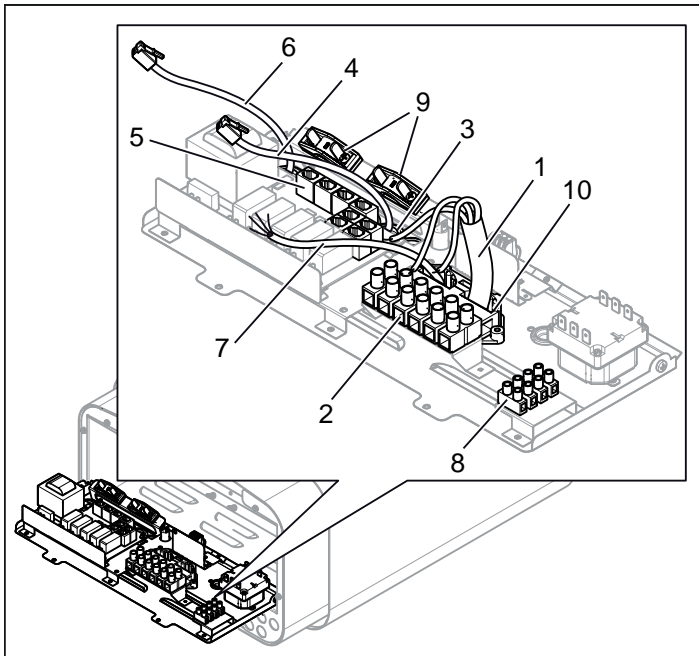
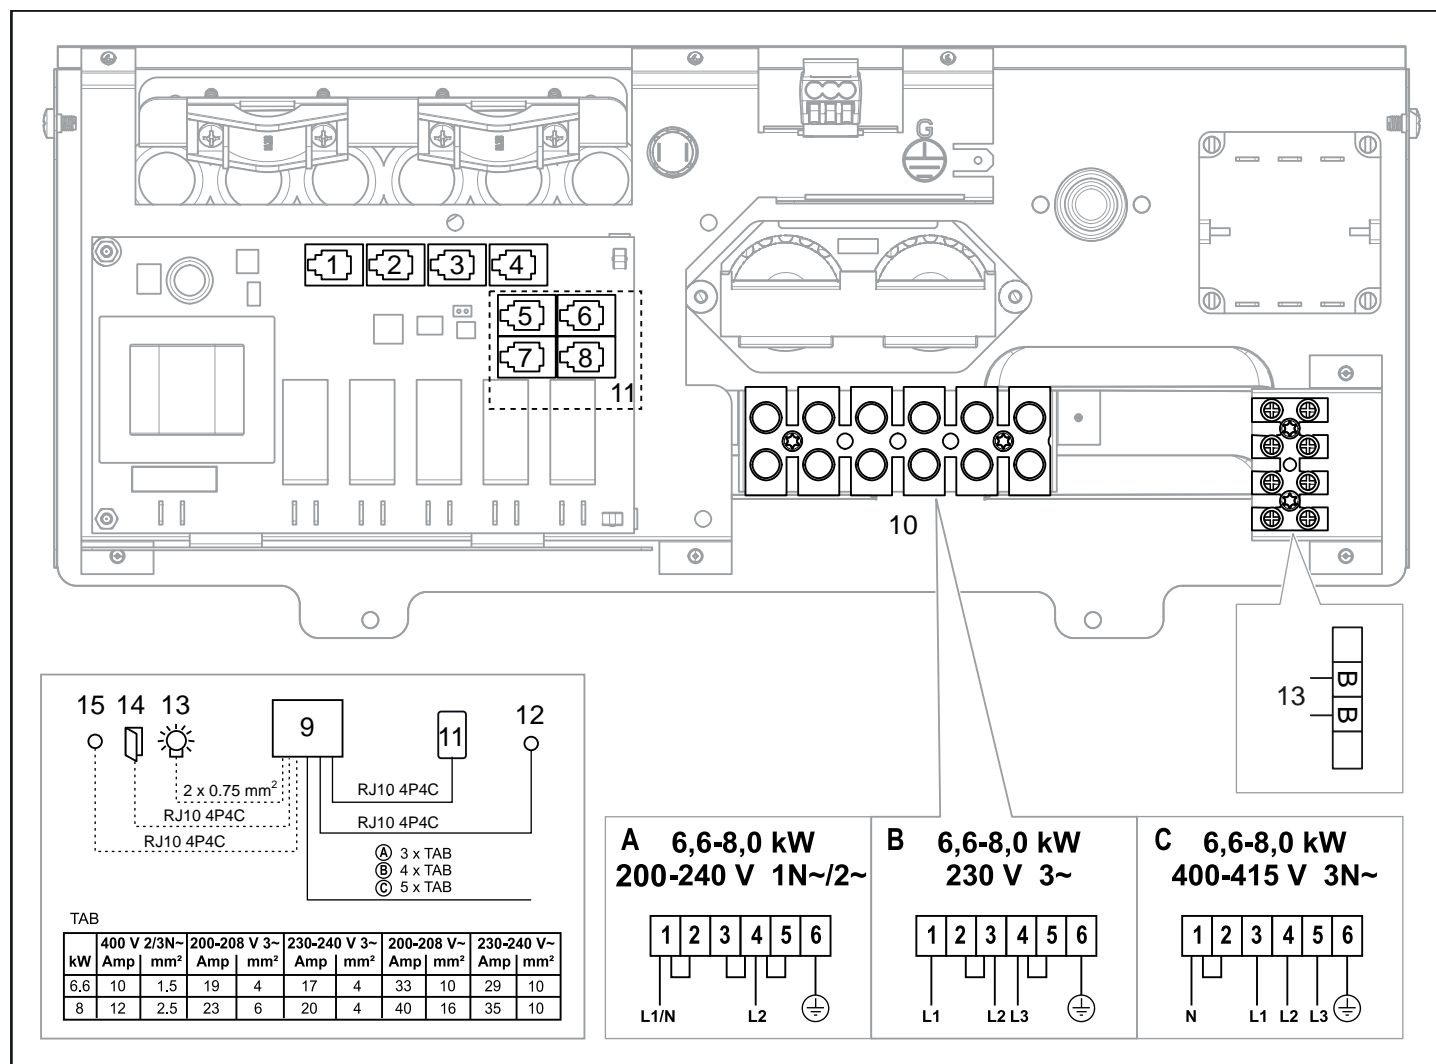

Fig 9: Kretskortet
Fig 17: Kopplingschema
3. Anslut elkabeln (1) i plint (2) (se Fig 9) enligt kopplingschema (se Avsnittet Anslutning/kopplingschema, sidan 5).
4. Dra kablar för manöverpanel och temperatursensor genom kabelgenomföringarna (3). Anslut manöverpanelens kabel (4) i en av de fyra RS485-kontakterna (position 5-8) (5) (se Fig 9) enligt kopplingsschema (se Avsnittet Anslutning/kopplingsschema, sidan 5).
5. Anslut sensorns kabel (6) till NTC-kontakten på kretskortet (position 1) (5) (se Avsnittet Anslutning/kopplingsschema, sidan 5) enligt kopplingsschema (se Avsnittet Anslutning/kopplingsschema, sidan 5).
6. Anslut eventuell kabel till belysning (7) se Fig 9, till plint (8) enligt kopplingsschema Fig 17, sidan 5.
Vid inkoppling till spänningar eller fas-tal, som inte anges i kopplingschema Fig 17, kontakta Tylö kundservice.